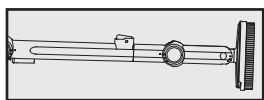

图11
- 1 关节式毛刷适合吸除窗缝、家具缝、角落、天花板等小缝隙处的灰尘或短毛布艺家具处的灰尘以及一般工具无法到达的地方, 可根据需求转动刷头(图11、12)、调节前后关节(图13)、伸缩扁吸嘴(图14), 以满足不同方向及角度的清扫。